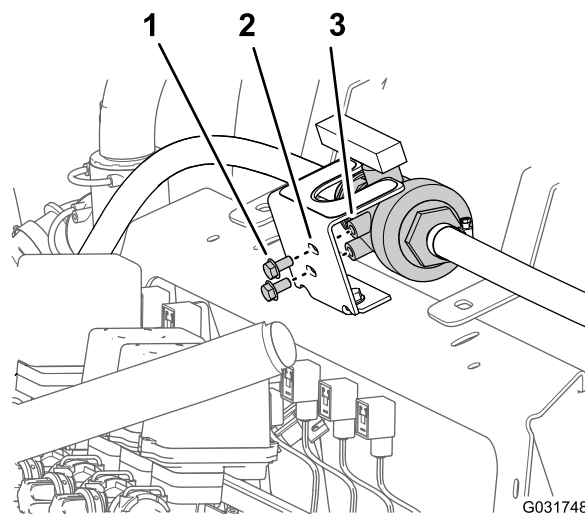

图 37
3. 卸下将球阀固定至球阀安装支架上的 2 个凸缘头螺栓5/16 x 5/8 英寸图 37。